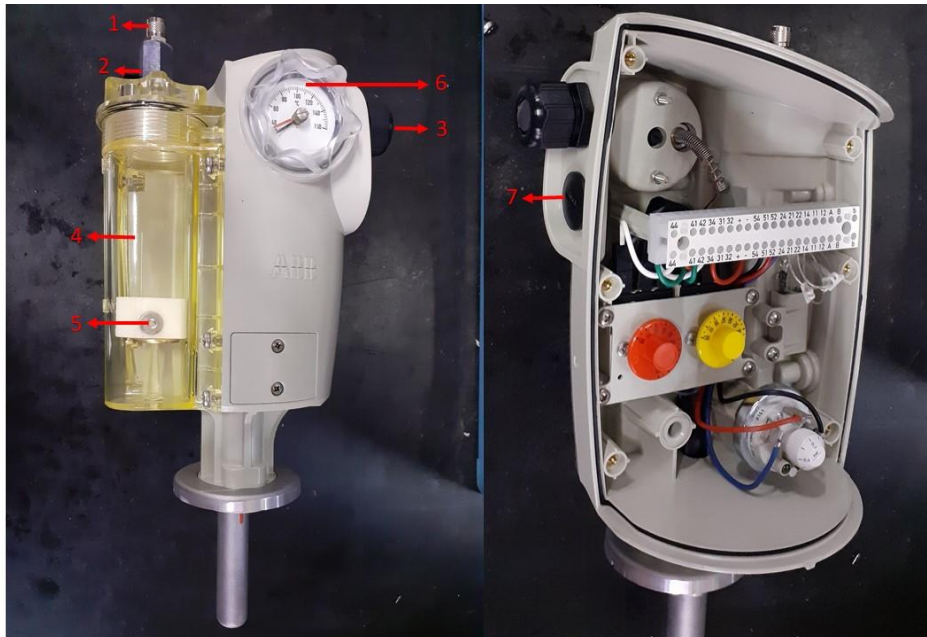

Figura 26 - Posições relé integrado de segurança - tipo RIS®
- 1 - Abrir a tampa da válvula de purga número 1 indicada na **Figura 26** abaixo;
- 2 - Abrir a válvula de purga número 2 indicada na **Figura 26** lentamente, até que o óleo atinja seu ponto máximo no indicador de nível do acessório multifuncional tipo RIS®;
- 3 - Mesmo com a variação do nível bem acima do nível mínimo a boia (número 5 da **Figura 26**) continuará posicionada no nível mínimo, posto que seu princípio de funcionamento é magnético. Para desbloquear a boia é necessário passar um ímã junto a carátula (visor de nível de óleo) (número 4 da **Figura 26**), deslocando a boia para cima. Esta operação também vai gerar a abertura do contato do acessório multifuncional;
- 3 - Abrir a tampa principal do acessório tipo RIS® (número 3 da **Figura 26** abaixo);
- 4 - Abrir a tampa da válvula de purga do acessório tipo RIS® (número 1 **Figura 26** abaixo);
- 5 - Abrir lentamente a válvula de purga do acessório tipo RIS® (número 2 **Figura 26** abaixo);
- 6 - Através da abertura da tampa principal do acessório tipo RIS® (número 3 **Figura 26** abaixo), inserir um funil convencional e fazer a complementação do óleo até que o indicador de nível de óleo atinja o nível necessário.
- 7 - Após atingir o nível necessário, feche a tampa da válvula de purga número 1, a válvula de purga número 2, e por último a tampa principal (número 3 **Figura 26**).